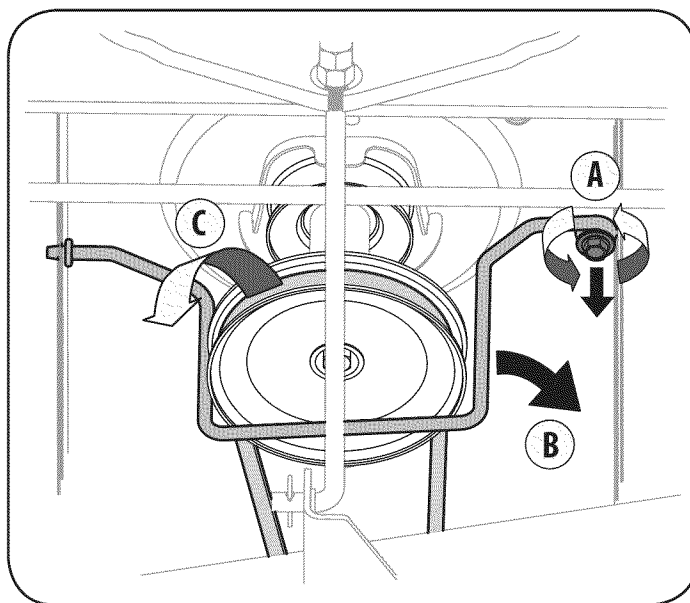

Figure 50
3. Extracción de la auto-Tornillo (A) que asegura el cinturón-Rod de todo poseedor de la polea del motor del tractor, a continuación, quitar la varilla poseedor del cinturón (B). Véase la Figure 50.
4. Retire la correa (C) de alrededor de la polea del motor del tractor. Véase la Figure 50.